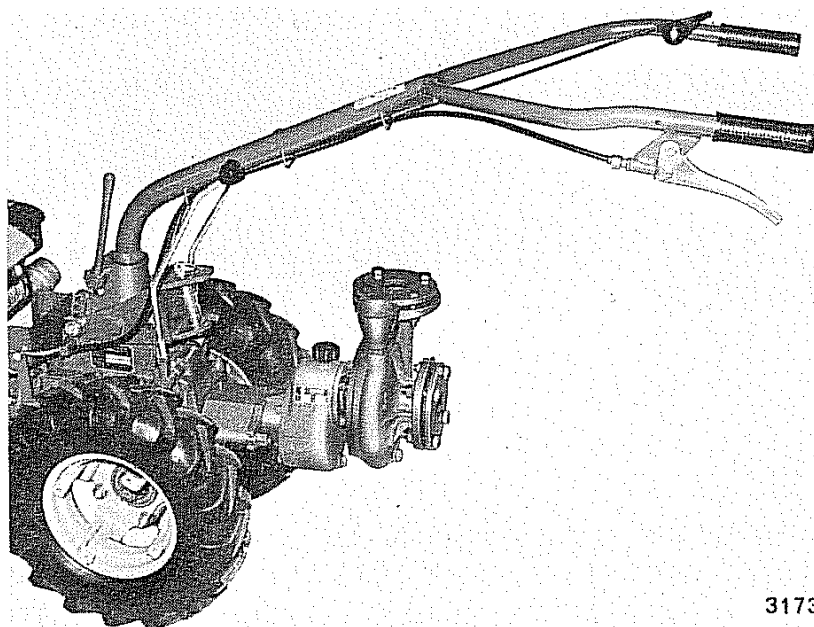

Fig. 39 - Pompa centrifuga
- Centrifuga irrigazione a scorrimento Ø 60, portata litri 200/800 al 1', prevalenza ml. 24/8 tipo «ZG 60» (fig. 39).